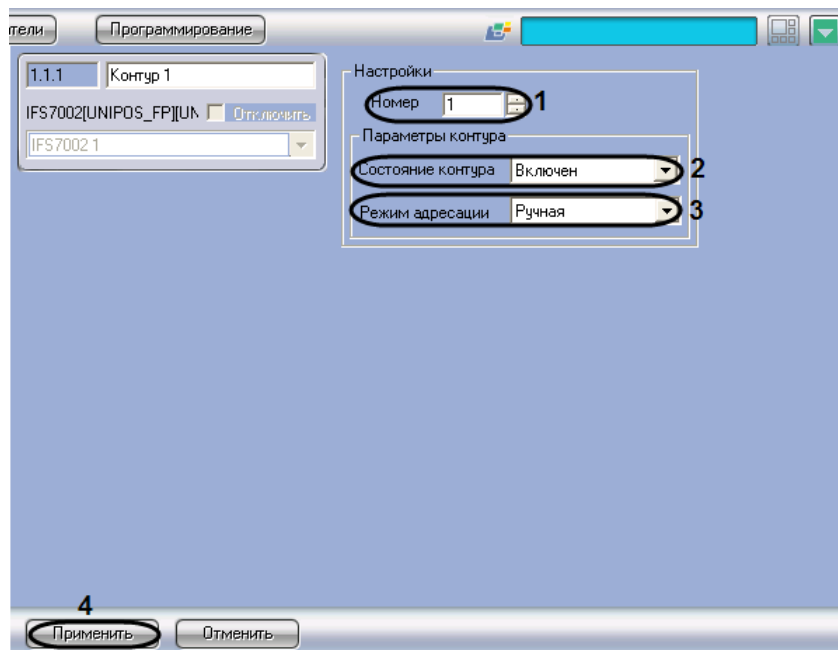

Рис. 3.4-2 Настройка пожароизвещательного контура
1. Перейти на панель настройки объекта **Контур** (Рис. 3.4-2).
2. В поле **Номер** ввести с помощью кнопок **вверх-вниз** номер (1 или 2) пожароизвещательного контура (см. Рис. 3.4-2, 1).
3. Из раскрывающегося списка **Состояние контура** выбрать состояние (**включен** или **выключен**) пожароизвещательного контура (см. Рис. 3.4-2, 2).
4. Из раскрывающегося списка **Режим адресации** выбрать режим адресации в CAN-сети (автоматическая/ручная) адресных устройств, включенных в данный пожароизвещательный контур (см. Рис. 3.4-2, 3).
5. Для сохранения настроек во внутренней базе данных ПК *ACFA Intellect* нажать кнопку **Применить** (см. Рис. 3.4-2, 4).